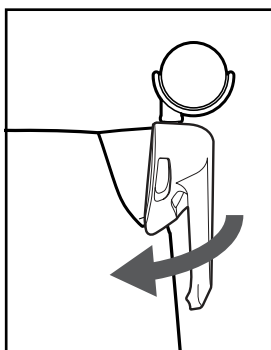

FIGURA 8
7. Aplique presión en la parte delantera del sujetador de manguera para que encaje en su sitio. **(FIGURA 8)**. Vuelva a poner el depósito en posición vertical.